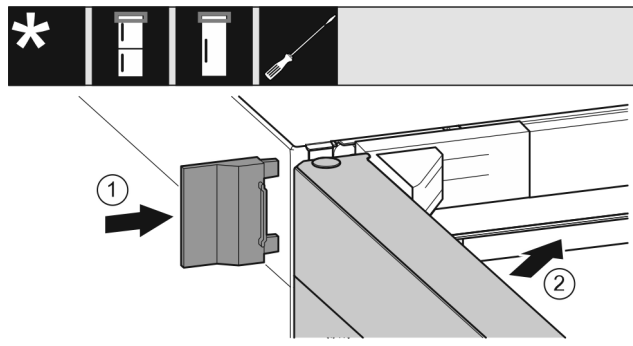

Fig. 28
- Shtyni kapakun mbulues të jashtëm Fig. 28 (1).
- Mbyllni derën lart Fig. 28 (2).